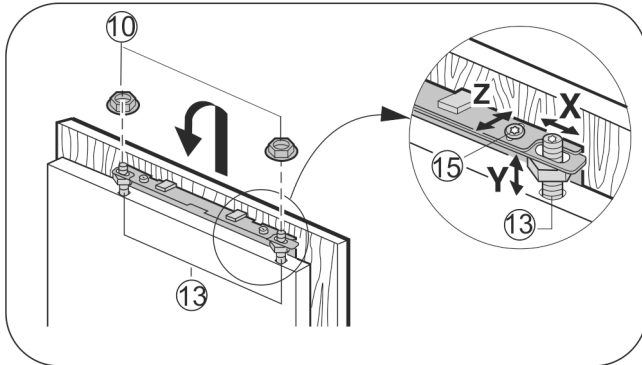

Fig. 19
- ▶ Kastdeur aan de justerbouten Fig. 19 (13) hangen en de contraoeren Fig. 19 (10) losjes op de justerbouten schroeven.
- ▶ Kastdeur op de hoogte Y en qua zijwaartse helling uitlijnen: stelschroeven Fig. 19 (13) met een schroevendraaier afstellen.
- ▶ Contraoeren Fig. 19 (10) vastdraaien.